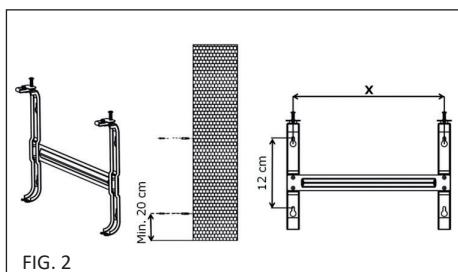

FIG. 2
- Bor fire huller i væggen, der passer til metalbeslaget (Fig. 2).